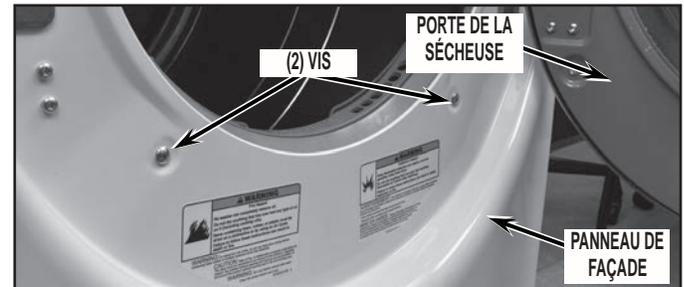

FIGURE 5
- Ôter le panneau de façade : ouvrir la porte et ôter les deux (2) vis de fixation identifiées à la *Figure 5* ; après la dépose des deux vis, fermer la porte.